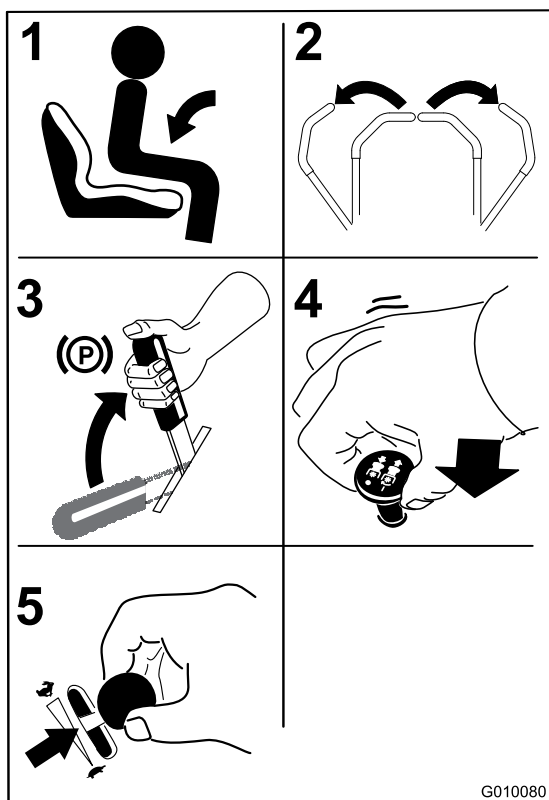

Bild 16
1. Nehmen Sie auf dem Sitz Platz (Bild 16).
2. Stellen Sie die Fahrtriebshebel in die arretierte Leerlauf-Stellung (Bild 16).
3. Aktivieren Sie die Feststellbremse (Bild 16); siehe Aktivieren der Feststellbremse“.
4. Stellen Sie den Zapfwellenantriebsschalter (ZWA) auf die Aus-Stellung (Bild 16).